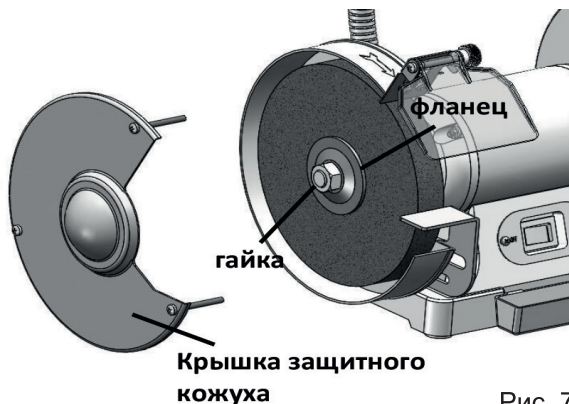

Рис. 7
• Отверните винты крепления и снимите внешнюю крышку защитного кожуха (рис. 7).
• Открутите гайку и снимите ее вместе с зажимным фланцем (рис. 7).